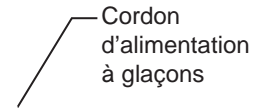

Figure 29
5. Débranchez le cordon d'alimentation de la machine à glaçons de la pompe de drainage (Voir la Figure 29).